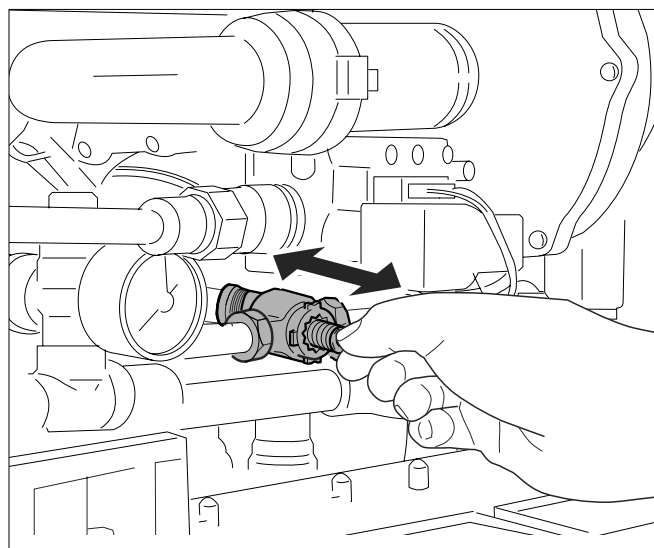

Fig. 73 Verificarea ventilului de reglare
- Verificați dacă ventilul de reglare se deplasează flexibil, apăsându-l complet cu mâna și lăsându-l să revină încet prin presiunea resortului în poziția inițială (vezi Fig. 73).